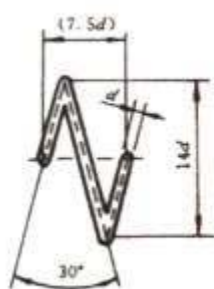
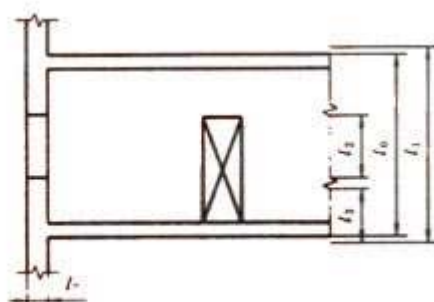
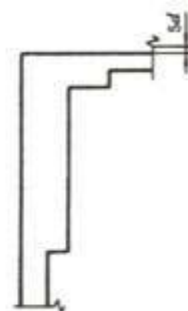

图 1
图 2
图 3
4.2.1.1 双折线的尺寸和表示见图 1、图 2、图 3。
$l_0 \leq 10d$, Z 形的配置如图 3 所示。